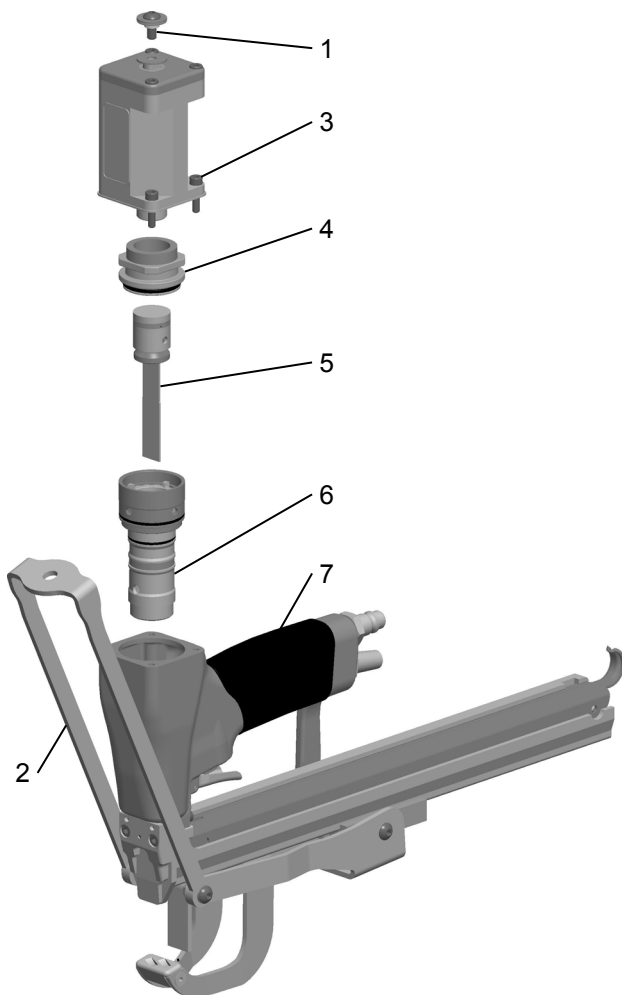

Fig. 7
- Schraube (Fig. 7/1) lösen und Zugstange (7/2) unter das Magazin drehen.